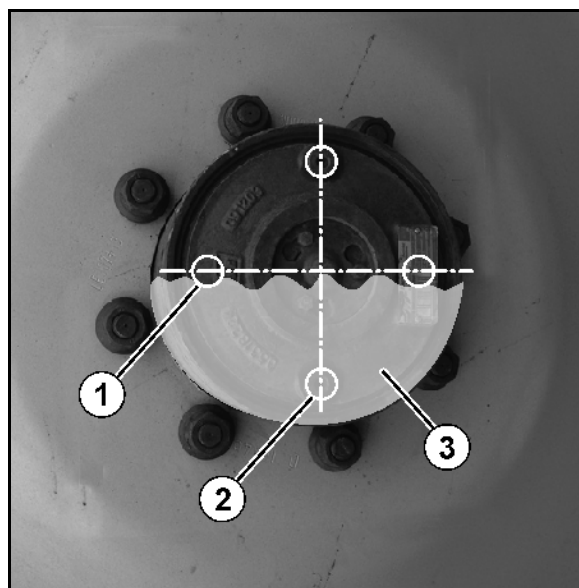

Fig. 156
4. Påfyld olie op til boringen (Fig. 156/3), og skru skruerne i igen.